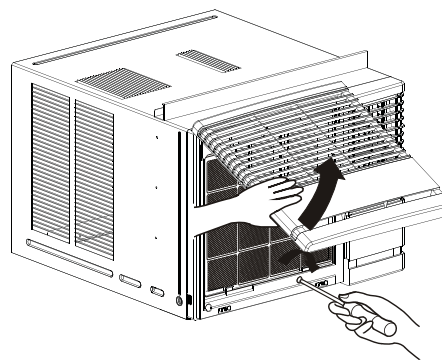

Fig.11
14. Abaissez la grille de prise d'air et et fixez-la à l'aide d'une vis de Type A passant à travers de la grille. (Fig. 11)